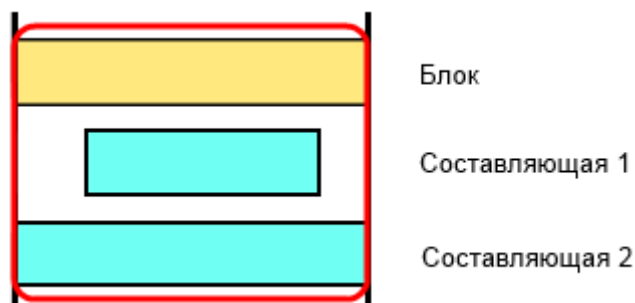

Рисунок 13.38 – Заявка на блок и составляющие, сроки ремонта которых не выходят за срок ремонта блока, учитываются как один ремонт
- заявки на блок и составляющие, сроки ремонта которых не выходят за срок ремонта блока, учитываются как один ремонт. При этом срок ремонта соответствует сроку ремонта блока (Рисунок 13.38);